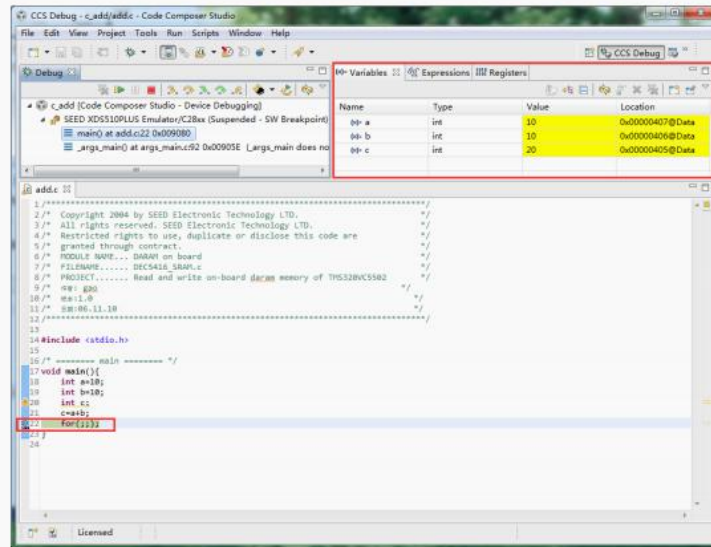

图1-9
- 3) 在代码中, for循环语句前, 蓝色区域双击, 从而产生一个断点, 然后点击运行按钮, 注意观察右上方变量区域的变化 (图1-9)